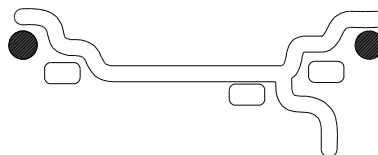

Figure 19
A. DYNAMIC (deux plans), suggéré pour toutes les jantes en acier. Dans ce cas, les masses de roue doivent être fixées sur les bords de la jante. Cette fonction est sélectionnée comme valeur par défaut et les DEL correspondant à la position de la masse de la roue sont allumés (Figure 19)